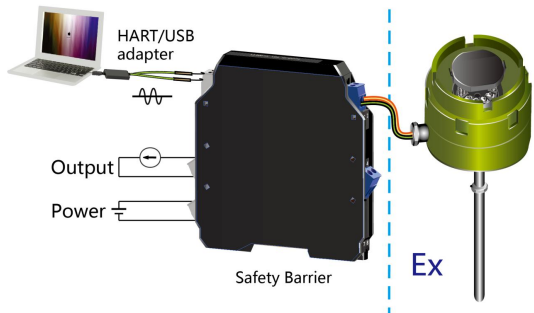

图 5 防爆环境 HART 设置连接示意图
- 系统应用时, 也可以通过适配器连接输出和电源的接线端子排, 对 MT182 进行组态设置。在防爆环境, MT182 必须加装经认证的防爆外壳, 设置连接如图 5。在本安环境, 适配器应在安全区通过安全栅对 MT182 连接组态。